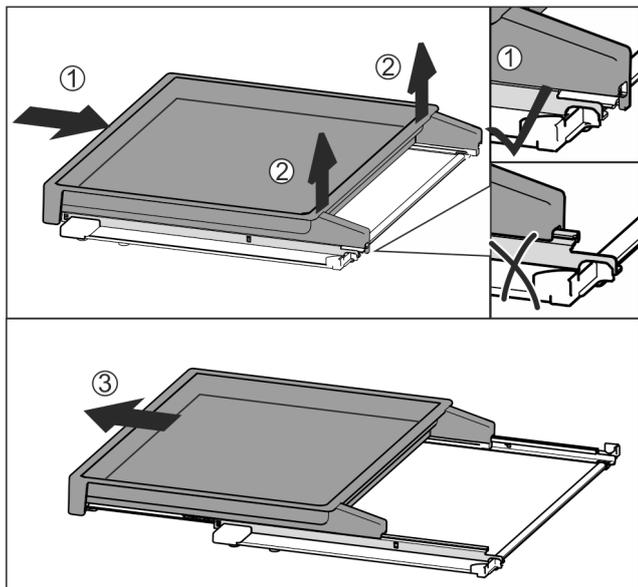

Fig. 96
- ▶ Izvlačni pretinac pogurnite do kraja Fig. 96 (1).
- ▶ Otpustite zapor sa stražnje strane Fig. 96 (2).
- ▶ Izvadite izvlačni pretinac prema naprijed Fig. 96 (3).